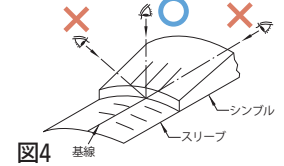

図4
- 目盛の読取りは、正面に視線を置いて視差に注意してください。(図4)